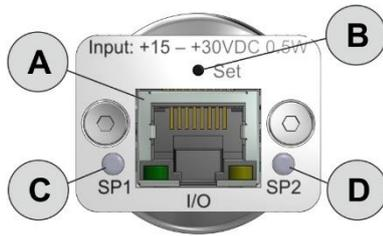

Abbildung 3 – Rückseite des Gerätes
Die Abbildung 3, Seite 16 zeigt die Rückseite des JEVAmet® PRM-S.
- Verbinden Sie den Anschluss Ihres Controllers oder die entsprechenden Anschlüsse der Anlage über ein abgeschirmtes Kabel mit dem Anschluss I/O (📖 Abbildung 3, A, Seite 16) an der Rückseite des JEVAmet® PRM.
Die Schwellenwerte der Schalterpunkte SP1 und SP2 werden über den Taster Set (🔗📖 Abbildung 3, B, Seite 16) eingestellt.
- Halten Sie den Taster ( Abbildung 3, B, Seite 16) mit einem Stift (max. $\varnothing 1,1$ mm) für eine Dauer von > 5 s gedrückt.
- Halten Sie den Taster ( Abbildung 3, B, Seite 16) mit einem Stift (max. $\varnothing 1.1$ mm) für eine Dauer von > 5 s gedrückt.